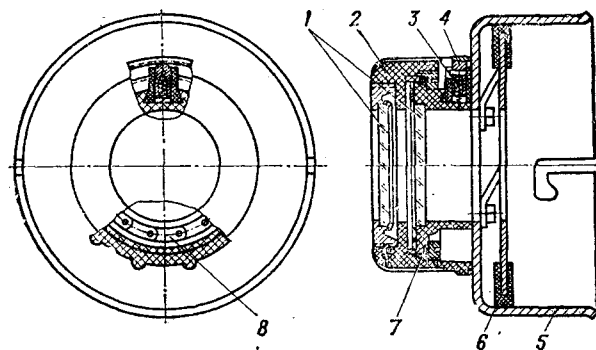

Рис. 58. Диафрагма:
83. Диафрагма (рис. 58) предохраняет прицел от засветки при выверке его днем (в сумерки), а также при стрельбе во время высокой ночной освещенности. Количество света, попадающего в прицел, ограничивается и регулируется ирисовой диафрагмой и двумя нейтральными светофильтрами.